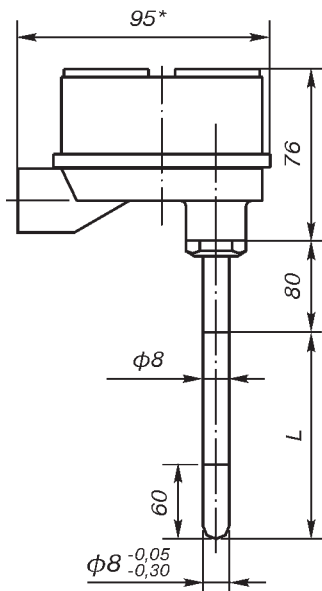

Рис. 1.
- 40...1000°C - для ТХА Метран-251 (рис.1, 2, 8).
ост. см. рис. 1